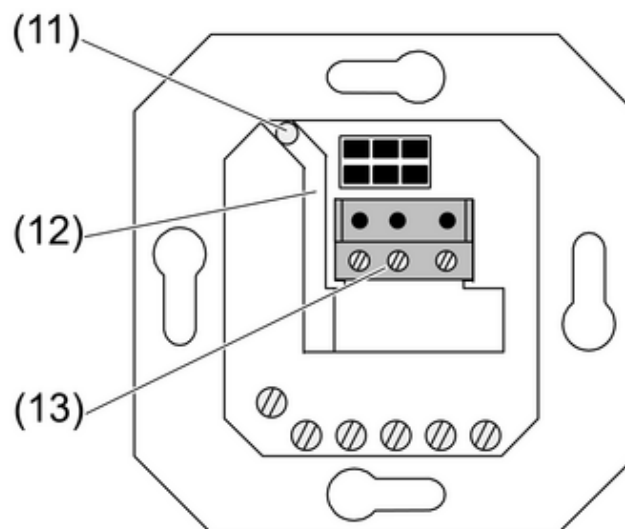
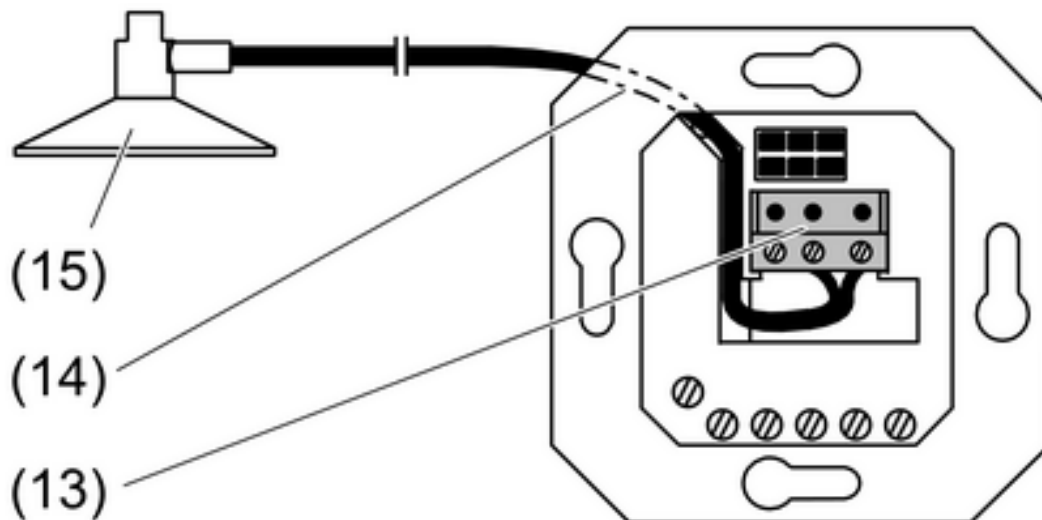
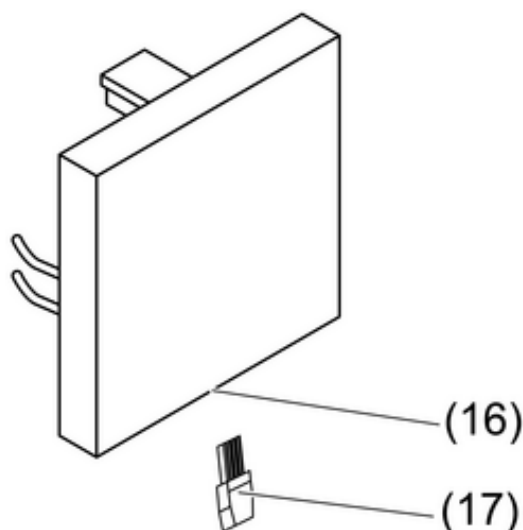

Bild 7: Unterputz-Verlegung der Sensorleitung
Bild 8: Aufputz-Verlegung der Sensorleitung
Bild 9: Sonnensensor am Aufsatz
Die Installation der Sensorleitung kann auf drei unterschiedlichen Arten erfolgen. Unterputz-Verlegung (Bild 7), Aufputz-Verlegung (Bild 8) und bei entsprechenden Aufsätzen, Sensorleitung am Aufsatz einstecken (Bild 9).
- Die Leitung durch die Bohrung (11) des Einsatzes stecken und durch den Leitungskanal (12) zum Klemmenblock (13) führen (Bild 7).
- Zur Aufputz-Verlegung des Innensensors (15) den Stecker abschneiden.
- Die Sensorleitung hinter der Tragplatte (14) durch den Leitungskanal zur Anschlussklemme (13) führen (Bild 8).
- Stecker (17) in die Buchse des Einsatzes (16) einstecken (Bild 9).